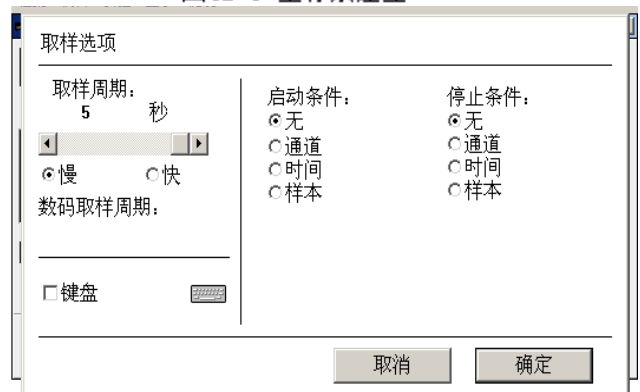

图 42-9 取样速率设置
- 取样选项:** 用鼠标点击取样选项图标  , 弹出一对话框, 选中“慢”, 单击左边的箭头, 直至显示 5 秒。则取样周期设置为 5 秒如图 42-9 所示。